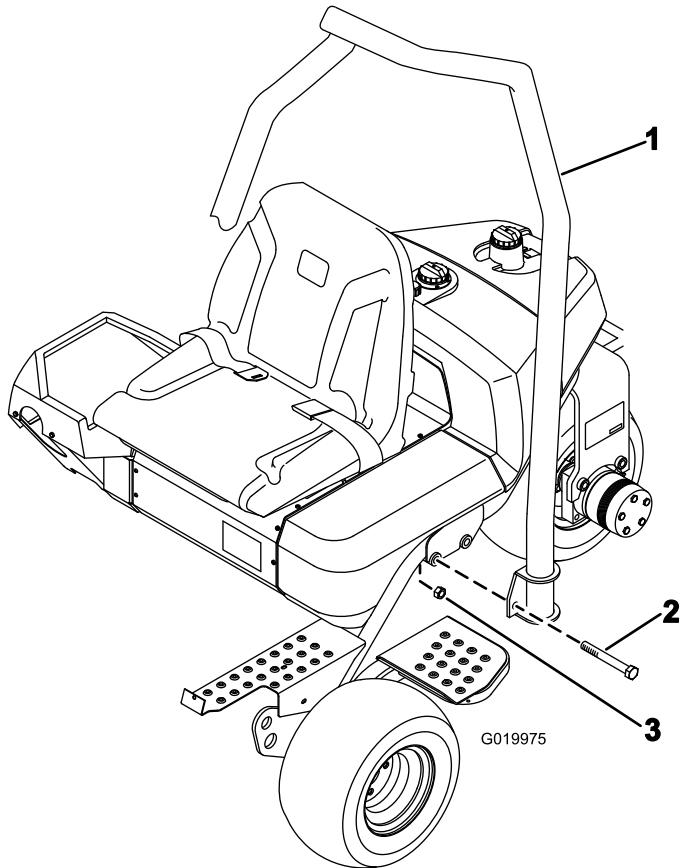

Figura 4
1. Coloque la barra antivuelco de manera que la parte superior del tubo esté curvada hacia la parte delantera de la máquina (Figura 4).
2. Baje la barra antivuelco sobre el bastidor, alineándolo con los taladros de montaje (Figura 4).
3. Sujete cada lado de la barra antivuelco al bastidor con 2 pernos (5/8" x 4 1/2") y contratuercas, tal y se muestra en la Figura 4.